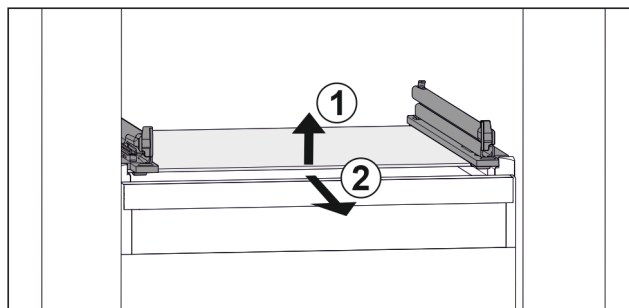

Fig. 51 Lasihyllyn esimerkinomainen kuvaus
- Nosta lasihyllä edestä. Fig. 51 (1)
- Poista lasihyllä vetämällä sitä eteenpäin. Fig. 51 (2)